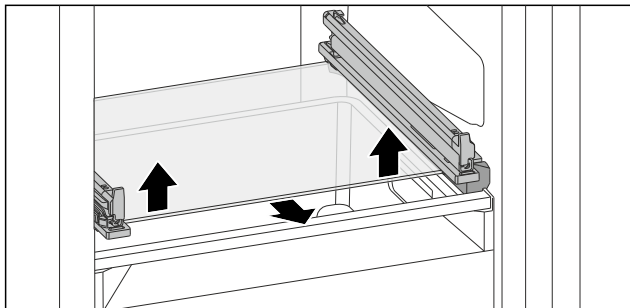

Fig. 199 Placa de sticlă a sertarului înclinabil
- Apăsați placa de sticlă de jos în sus pe ambele părți. (vezi Fig. 199)